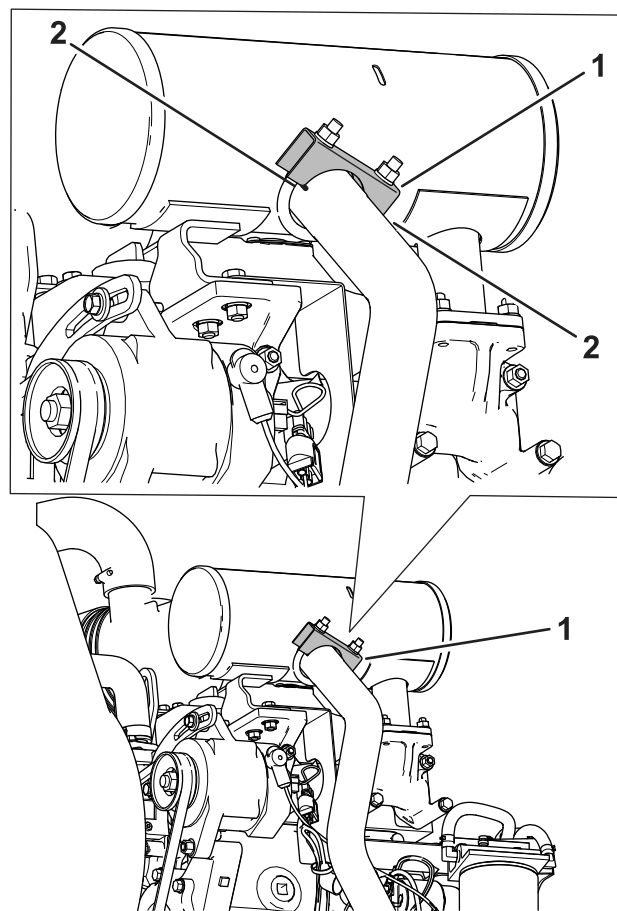

Figura 12
7. Alinhe a abraçadeira com a extremidade do tubo de escape e rode como se mostra na Figura 12.
Nota: Certifique-se de que a superfície de aperto está paralela com as ranhuras no tubo (Figura 12).